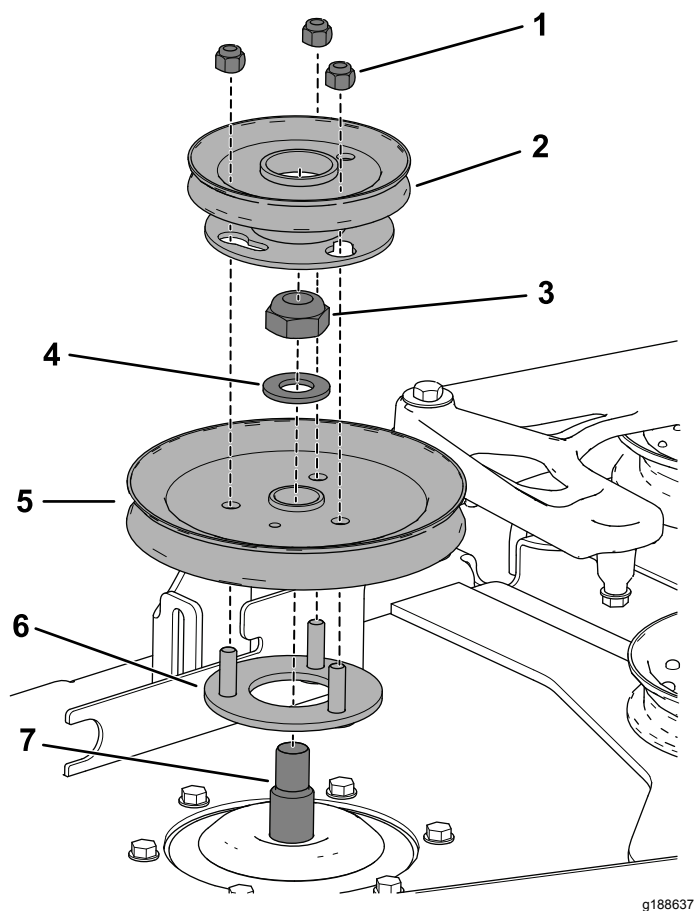

Figure 12
- A. Insérez les goujons filetés du support de poulie dans les trous de la poulie de plateau (Figure 12).
- B. Fixez la poulie de plateau à l'axe de pivot à l'aide du contre-écrou (¾") et de la rondelle que vous avez mis de côté auparavant (Figure 12).
- D. Posez la poulie de ventilateur sur les goujons filetés et vissez légèrement le contre-écrou dessus (Figure 12).